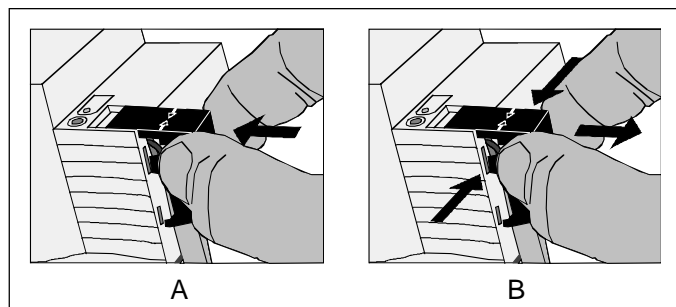

Bild 3: Abdeckkappe anbringen / entfernen
- Abdeckkappe anbringen: Die Abdeckkappe wird über die Busklemme geschoben (vgl. Bild 3.A), bis sie spürbar einrastet.
- Abdeckkappe entfernen: Die Abdeckkappe wird entfernt, indem sie seitlich leicht eingedrückt und nach vorne abgezogen wird (vgl. Bild 3.B).